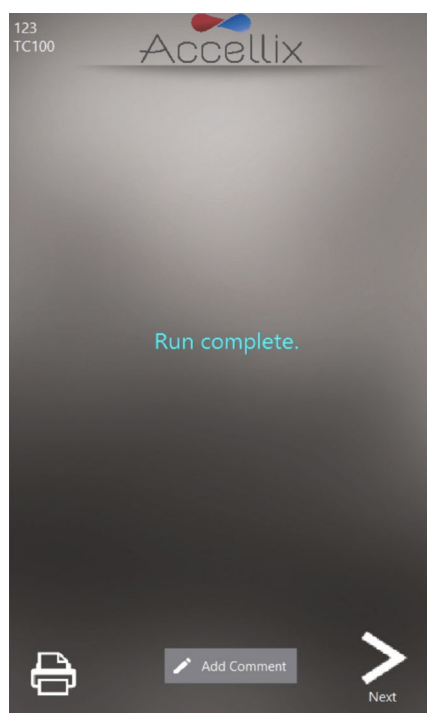
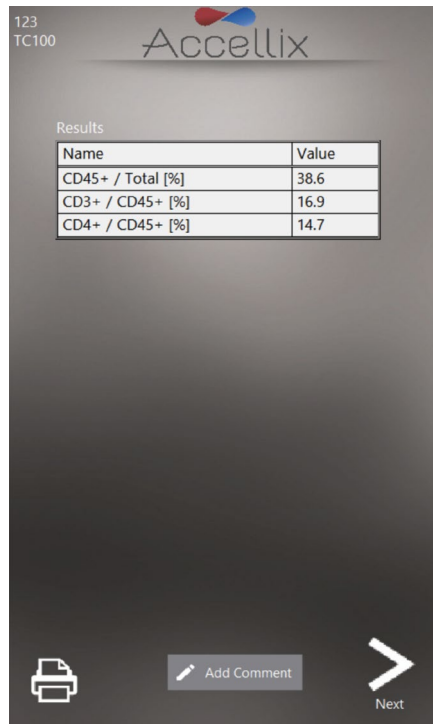

图 33：运行完成屏幕示例
图 34 : 屏幕结果报告示例
以下两个屏幕是可能的结果显示示例（图 33 和图 34）：
- 对于产生屏幕结果报告的测定，例如 T 细胞 RTF (L) 测定，此时将在屏幕上显示 **Results** (结果) 屏幕。参见图 34 中的屏幕 **Results** (结果) 报告示例。